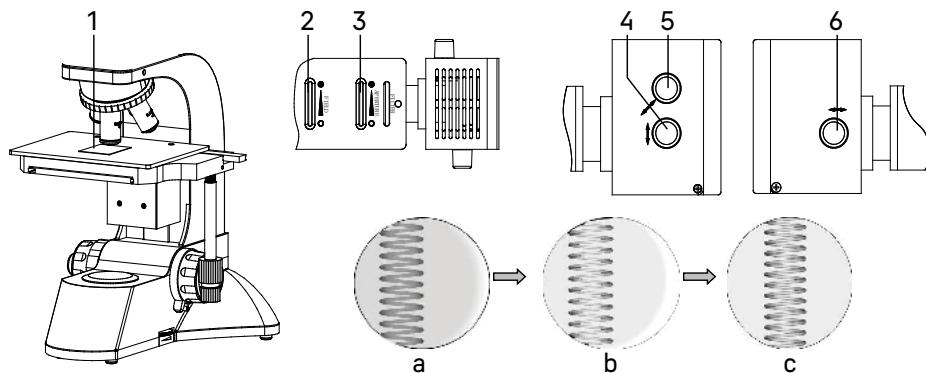

Рис. 15. Центрировка источника света
1. Положите кусок белой бумаги 1 (примерно 40x50 мм) на предметный столик, как показано на рис. 15.
3. Откройте полевую 2 и апертурную 3 диафрагмы (рис. 15), в этот момент на белой бумаге появится яркое световое пятно с изображением нити внутри, как показано на рис. 15с.
4. Если изображение нити накала нечеткое, отрегулируйте положение коллектора при помощи рукоятки 6 (рис. 15).
5. Если изображение нити накала отклонено от центра светового пятна, как показано на рис. 15б, отрегулируйте центр лампы рукояткой поперечного перемещения 4 и рукояткой вертикального перемещения 5 (рис. 15).